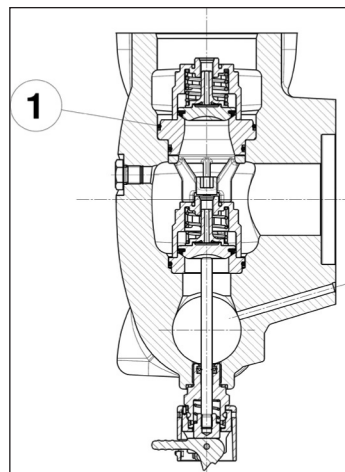

图 111
插入O形圈时请格外小心注意, 应如 ①, 图 111 所示。